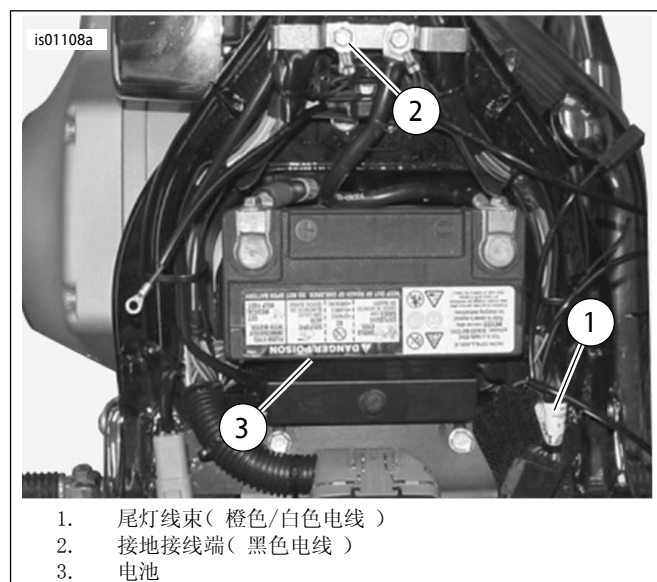

图2。电源和接地连接（软尾车型）
4. 参见图2。将环形接线端安装至接地螺丝。将接地螺丝安装到车架（2）上并且依据维修手册中的扭矩规格紧固。
1. 参见图2。将座位下方尾灯线束(1)护套在容易够及的位置小心地切开,然后切断橙色/白色电线。